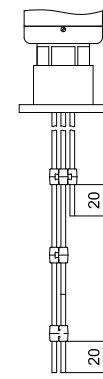

Рисунок 4 – Установка разделительных шайб
5. Установить разделительные шайбы из комплекта поставки на электроды. Разделительные шайбы следует устанавливать в 20 мм от края электродов (см. рисунок 4). Расстояние между шайбами должно быть не менее 0,3–0,5 м для участков длиннее 1 м.